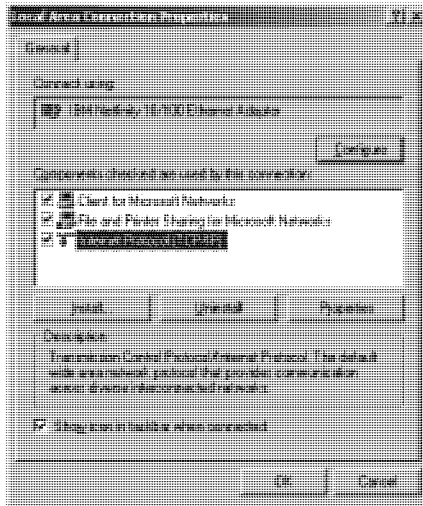

Рис. 4. Окно свойств подключения по локальной сети
4. Выбрать Internet Protocol (TCP/IP), нажать кнопку **Properties (Свойства)** (см. рис. 4).